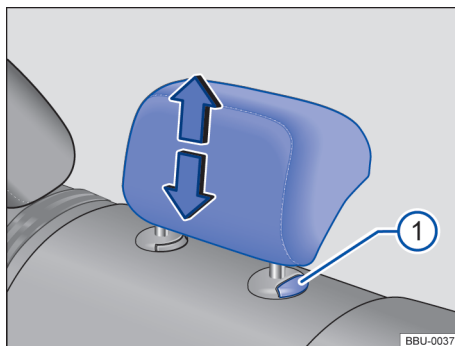

Fig. 82 Apoio para cabeça central traseiro: ajustar.
- Desloque o apoio para cabeça para cima ou, ao mesmo tempo que pressiona o botão → Fig. 82 ①, para baixo no sentido da seta correspondente → ▲ em *Introdução ao tema* na página 94.